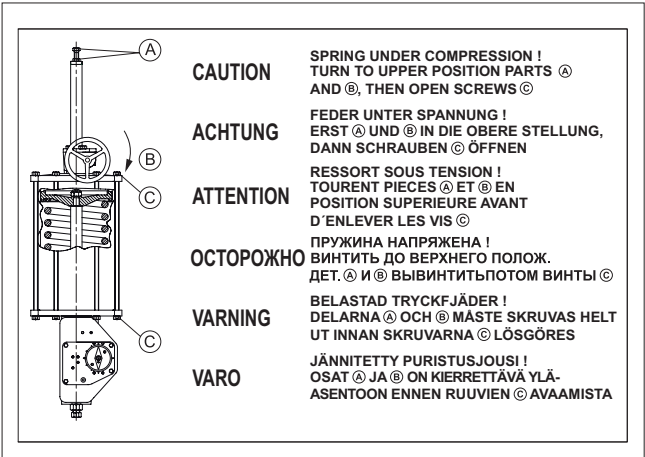

图.26 B1JRR 执行机构警告牌
气缸配有警告牌 (43)，参见图 26。维修设备时，请检查警告牌是否粘贴到位且清晰易读。还要检查气缸上是否有指示弹簧工作方向的箭头标签。